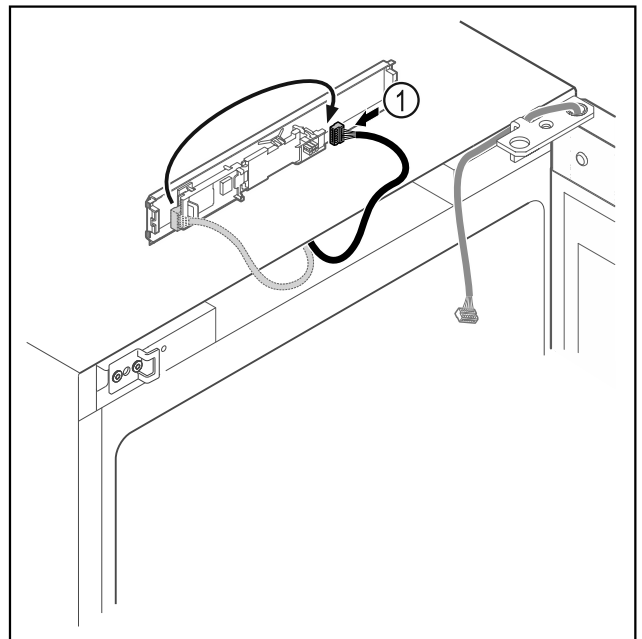

Fig. 11
- ▶ Pistke pistik Fig. 11 (1) trükkplaadil ümber.